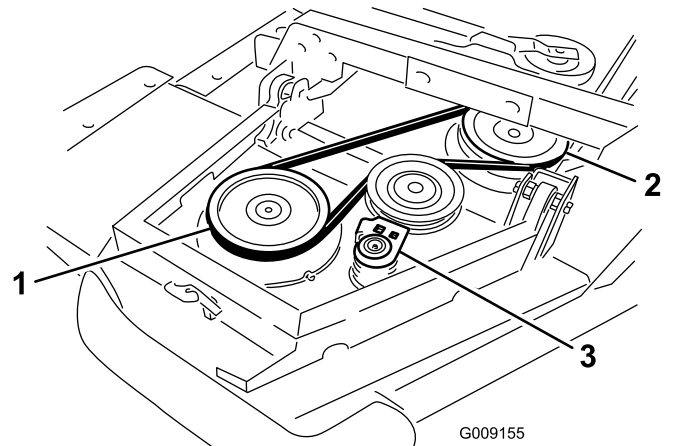

図 5
A. まず、ウイングレットのスピンドルプーリから前デッキのスピンドルプーリにベルトを掛ける  図 5。
- B. ラチェットレンチのようなものを使って、アイドラプーリをプーリから引き離す 図 5。